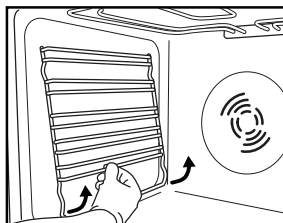
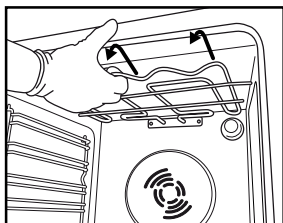

Fig. 4
Fig. 5
2. Estrarre leggermente la resistenza (Fig. 4) e abbassarla (Fig. 5).